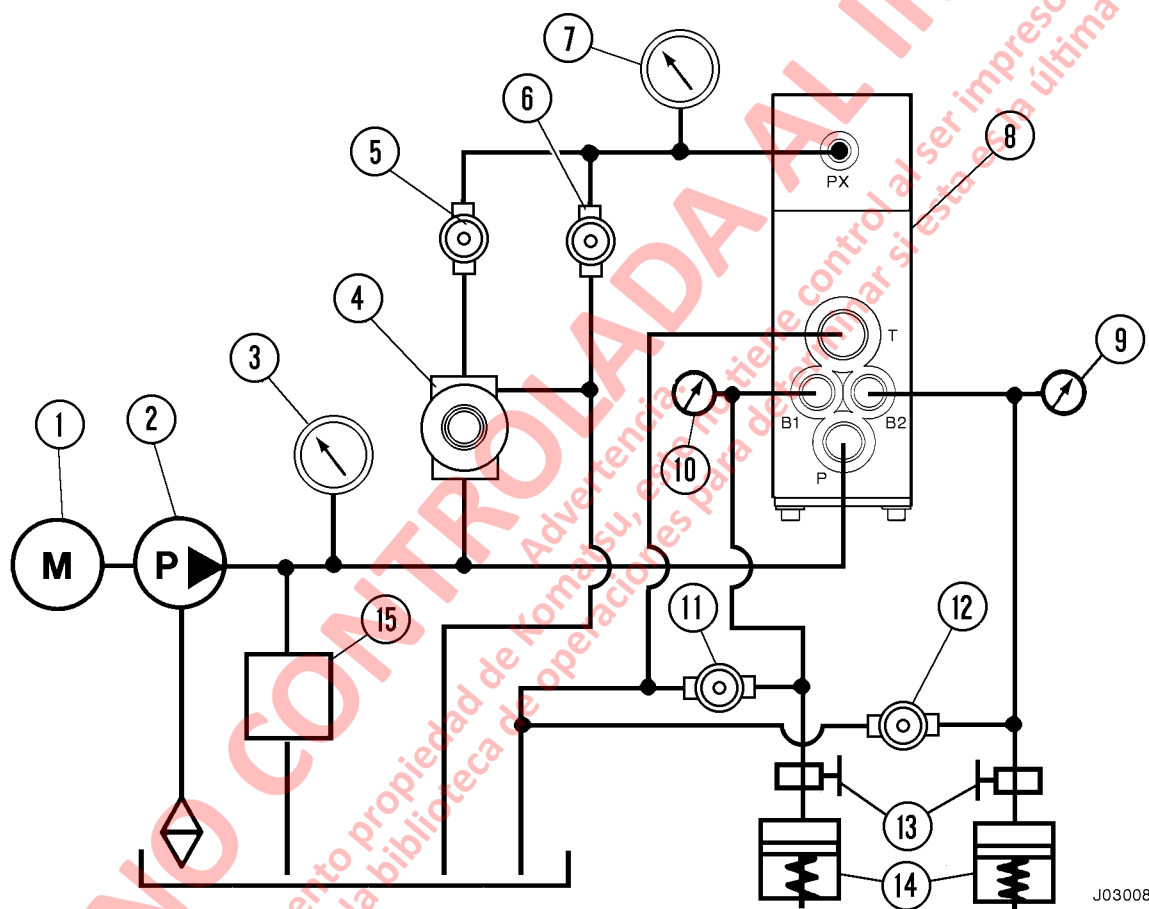

FIGURA 3-11. PREPARACIÓN DEL BANCO DE PRUEBAS DE LA VÁLVULA DE RELÉ DUAL
- Soporte de prueba hidráulica (consulte la Figura 3-11)
1. Ubique la válvula en el soporte de pruebas, como se muestra en la Figura 3-11.
5. Asegure los puertos "B1" y "B2" de salida regulada a las líneas de prueba. Los dispositivos de monitoreo de presión en estas dos líneas deben tener una capacidad de 20.680 kPa (3.000 psi). Conecte todos los puertos de acuerdo al diagrama que se muestra en la Figura 3-11. Deben usarse y conectarse todos los puertos.